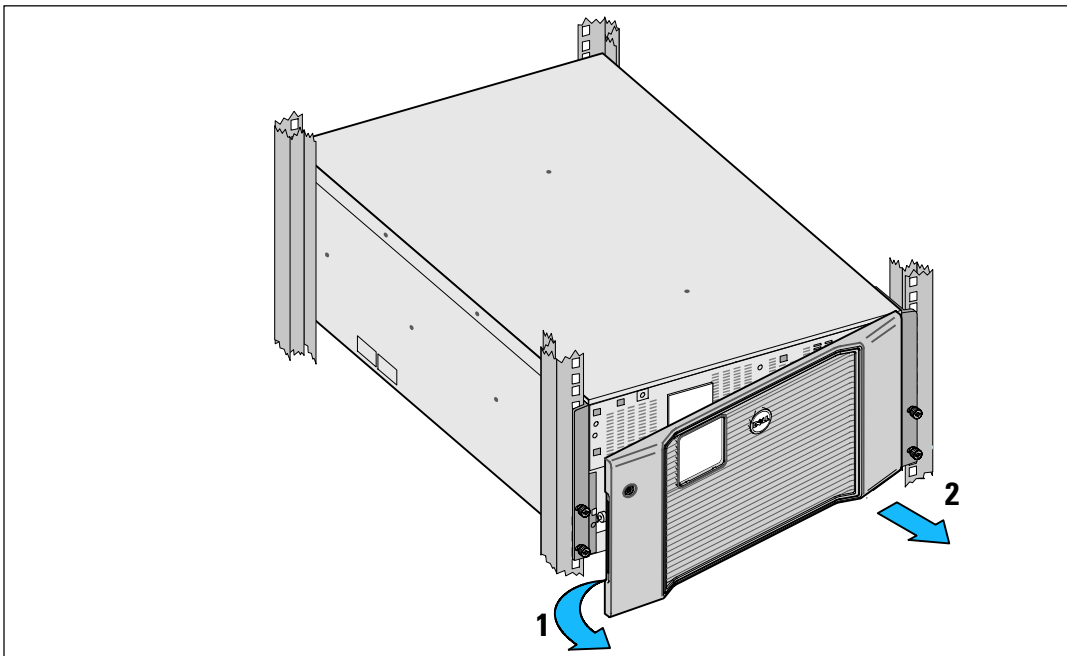

図 33. UPSのフロントカバーの取り外し方法
- 2 UPSのフロントカバーを取り外します（図 33を参照）：